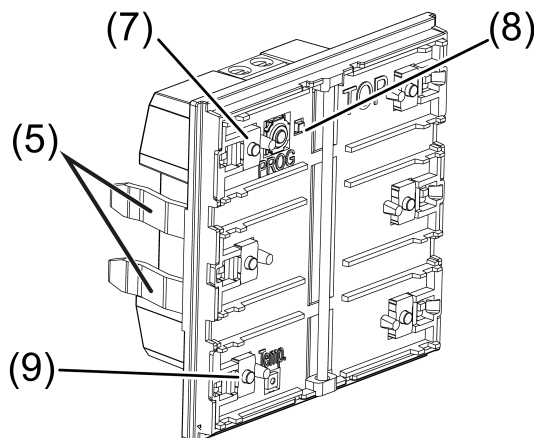

рисунок 3: Тактильный датчик
- i** При установке тактильного датчика надпись «TOP» должна находиться сверху. (см. рисунок 3)